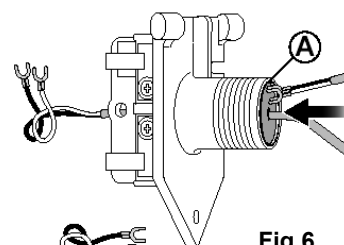
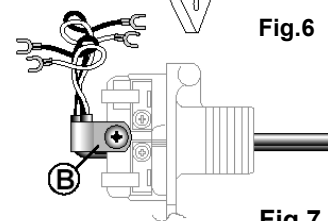

Fig.6
Fig.7
3. Infilate il/i cavo/i elettrico/i del Comando Remoto attraverso il bocchettone (A), infilando sufficiente cavo per poter essere fissato con la fascetta in dotazione nel punto (B). (Fig.6 e Fig.7)